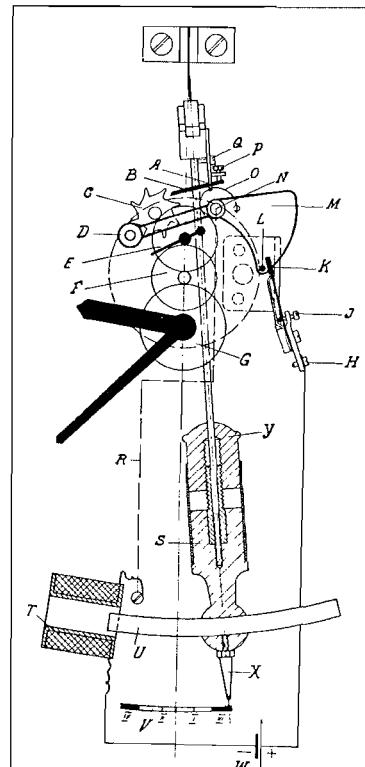

Abb. 1
Die Ato-Uhren (Wand- und Kaminuhren) sind Schwachstromuhren, die ihren Antrieb durch ein Element vom Pendel aus erhalten. Untenstehende Abbildung 1 zeigt schematisch den Aufbau des Werkes: Das Pendel besteht aus der gegen Verdrehung und Verbiegung geschützten Pendelfeder, dem Pendelhaken mit Schaltlinke **B**, dem Pendelstab aus Nickelstahl und der Pendelmasse mit Kobaltdauermagnet **U**. Zur Einregulierung der Uhr ist die Pendelmasse in ein festes Stück **S** und ein bewegliches Stück **Y** unterteilt. Auf der Grundplatte ist eine Hohlspule **T** mit Kupferdrahtwindungen von hohem Widerstand angebracht, in welche der Nordpol des Dauermagneten hineinschwingt. Der dem Südpol gegenüberliegende Spulenkörper ist eine Attrappe und nur des besseren Aussehens wegen angeschraubt. Die Schaltlinke **B** schaltet bei jeder Schwingung das Schalttrad **C** um einen Zahn weiter. Diese Bewegung wird durch Sekundenrad **E**, Laufrad **F** und Minutenrad **G** auf das Zeigerwerk und somit auf die Zeiger übertragen. Als Sperrlinke für das Schalttrad **C** dient ein zweiarmiger Winkelhebel **M** mit Hubrolle **D**, drehbar um Punkt **N**, dessen anderer Schenkel den Platin-Kontaktstift **L** trägt, der mit Goldkontaktefedern **K** den Kontakt bildet. Beim Fortschalten des Schaltrades **C** gleitet die Hubrolle **D** über den Zahn des Schaltrades und schließt hierbei den Kontakt.
Der Kontakt ist durch die Kontaktbrücke am Werk befestigt und mit einem Kontaktenschutz versehen. Der Abstand des Platinstiftes von den beiden Kontaktfedern muß ca. $\frac{1}{4}$ mm betragen. Die Hubrolle muß das Schaltrad sperren. Die richtige Entfernung des Platinstiftes von den Goldstiften wird mit Hilfe der Einstellschraube hergestellt. Die Schwingungsweite des Pendels ist auf der Einstellskala (siehe Abbildung 1) durch die beiden Außenfelder III und IV gekennzeichnet. Ist die Schwingung zu klein, so besteht die Gefahr, daß durch geringe Erschütterungen das Pendel zum Stillstand kommt. Ist die Schwingung zu groß, so kann das Pendel gegen die Spulen stoßen, was ein starkes Vorgehen der Uhr zur Folge hat. Die Schwingungsweite des Pendels ist von der Spannung der Kontaktfedern und der Stromleitspirale abhängig und kann durch entsprechendes Verdrehen bzw. Spannen oder Entspannen der Stromleitspirale reguliert werden.
Die Lage der Schaltlinke wird durch die Schrauben P und Q (siehe Abb. 2) bestimmt. Mit Hilfe der Schraube Q wird die Klinke in der Weise eingestellt, daß die Hubrolle gerade einfällt, wenn das Pendel an Punkt II der Skala (Abb. 1) angelangt ist. Mittels der Schraube P reguliert man die Tiefe des Eingriffes zwischen Schaltlinke und Schaltrad. Beim Weiterführen des Pendels darf die Schaltlinke den geschalteten Zahn nicht mehr berühren, sondern muß haarscharf darüber hinwegschwingen. Beim Zurückschwingen des Pendels wird die Schaltlinke über den höchsten Punkt des Schaltzahnes gehoben und fällt bei Punkt I der Skala (siehe Abb. 1) wieder in ihre Ausgangslage zurück. Bei zu hoher Einstellung der Schaltlinke würde die Hubrolle im
Die Spule (1) dient zum Antrieb des Pendels. Sie wurde schon in **Abb. 1** dargestellt und beschrieben. Der Drehwiderstand (R) wird bei kleinen Uhrenanlagen in die Hauptuhr eingebaut, bei größeren Uhrenzentralen außerhalb der Hauptuhr angeordnet. (Siehe auch Abschnitt: „Uhrenzentralen für große Ato-Uhrenanlagen“.)